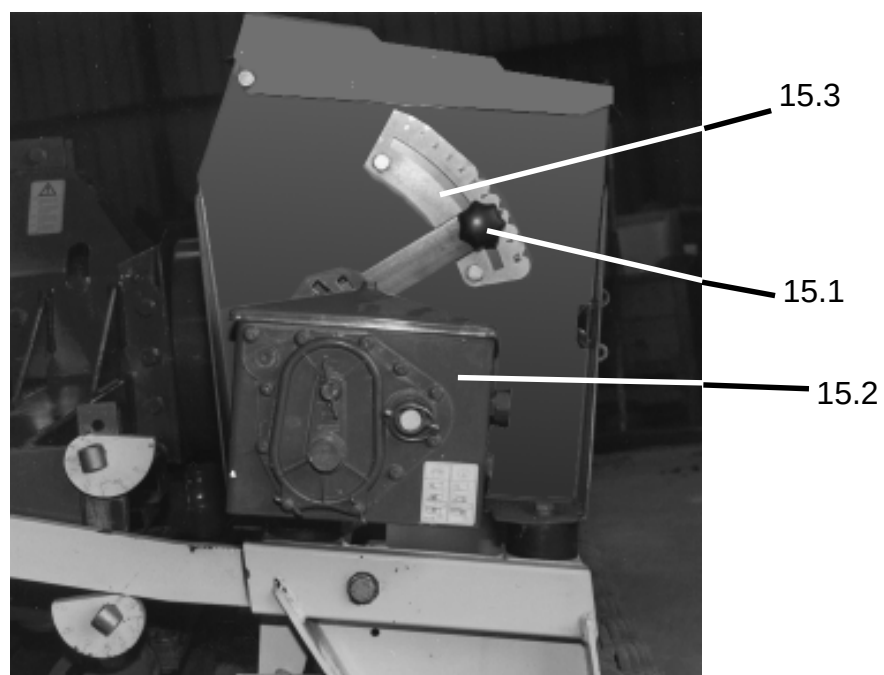

Bild 15
- Skruva av handtaget på nivåväljaren (bild 15/1) för att justera utsädes hastigheten,
Kamaxelns hastighet – och därmed fröernas flödes hastighet – är oändligt variabelt inställbar med hjälp av valboxen (bild 15/2). Boxen omfattar ytterligare reduktion genom växelhjulen. Genom att adaptera ett av dessa växelhjul kan två distributionshastigheter ställas in:
Genom att koppla valboxen från låg hastighet till hög hastighet kan indexvärdena (bild 15/3) ökas. Hög hastighet ska enbart väljas om det inte är möjligt att nå önskad kvantitet genom att välja maximal position på låg hastighet. När maskinen lämnar vår fabrik är valboxen förinställt på "låg hastighet".